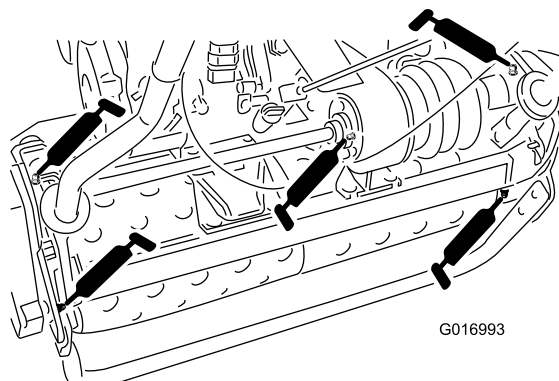

Figura 23
- 2 sugli assali del tamburo (Figura 23).
- 3 sul differenziale (Figura 23).